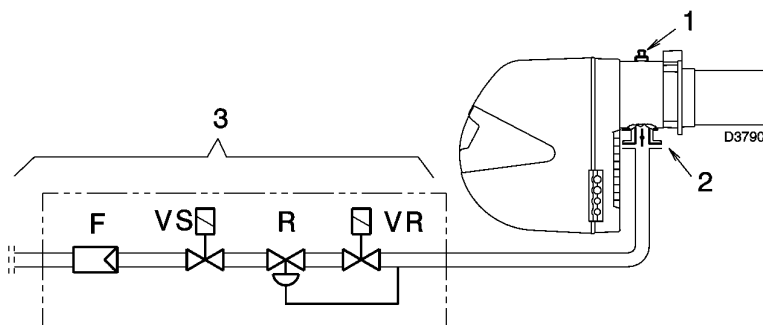

Рис. 40
Давление газа измерено на штуцере для измерения давления газа (1) (рисунок 40), при:
Потеря давления на дроссельной заслонке газа (2) (рисунок 40) при максимальном открывании 90°.
Потеря давления на газовой рампе (3) (рисунок 40), которая включает в себя регулировочный клапан VR, предохранительный клапан VS (оба открыты максимально), регулятор давления R, фильтр F.
- вычитите из давления газа на штуцере (1) (рисунок 40) давление в камере сгорания;
- давление газа на штуцере отбора давления (1) рисунок (40) = 7,4 мбар
Если же вы наоборот хотите узнать давление газа, которое должно быть на штуцере замера давления (1) (рисунок 40), при условии что вы зафиксировали максимальную мощность, с которой должна работать горелка, действуйте следующим образом:
- справа, в колонке 1, прочтите давление на штуцере отвода давления (1) (рисунок 40)